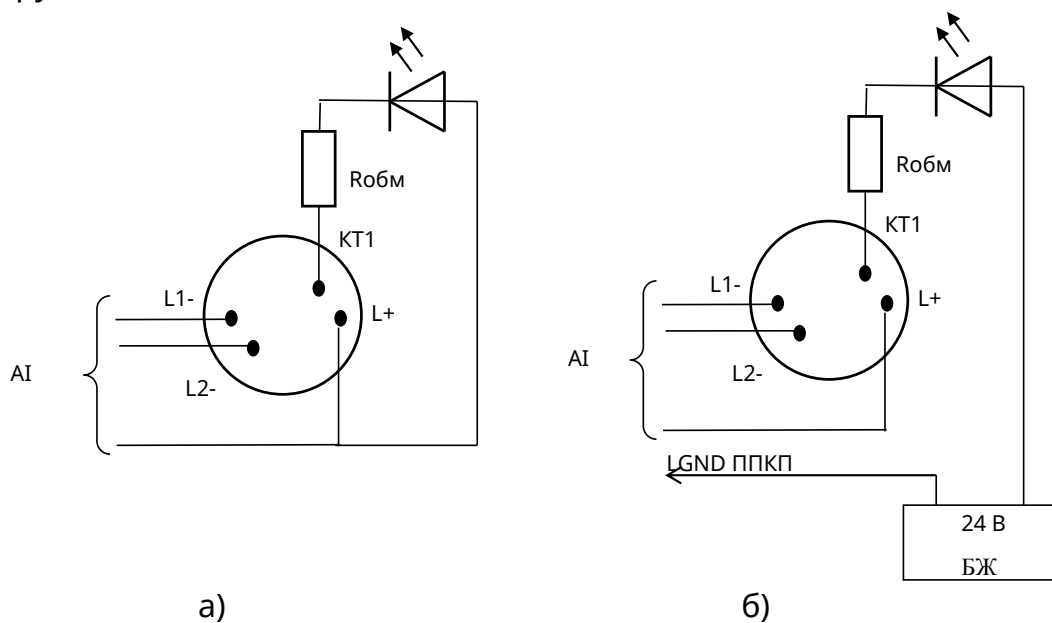

Рисунок 4 – Підключення ВПОС або світлодіода
5.2 Якщо за проектом до СПДА підключають ВПОС з живленням від АІ, то його мінусовий контакт з'єднують з гвинтовою клемою з маркуванням «2» (КТ1), а плюсовий – гвинтовою клемою з маркуванням «1» (L+) (рис.4а, наявність  $R_{обм}$  залежить від типу ВПОС і його робочого струму). Замість ВПОС допускається підключення світлодіода через резистор  $R_{обм}$  з опором не менше 10 кОм. Для ВПОС слід підбирати світлодіод з малим струмом споживання (близько 2 мА).
Якщо живлення пристроїв виносної індикації передбачають від зовнішнього БЖ, підключення до СПДА виконують за рис. 4б. Мінусовий дріт від БЖ підключають до клеми «LGND» ППКП. Вихідна напруга БЖ повинна бути не більше 30 В і повинна забезпечувати робочий струм ВПОС.